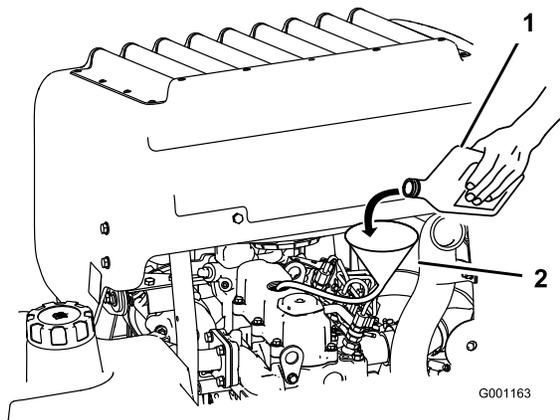

Figura 44
3. Para añadir aceite al motor, localice y utilice un tubo y un embudo para añadir el aceite (Figura 44).